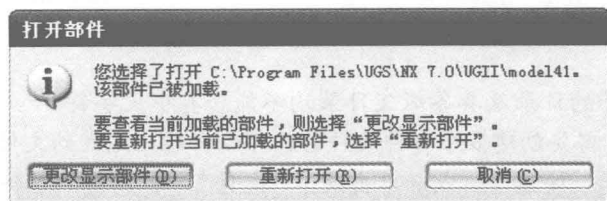

图 1-18 重复打开文件提示对话框
2) 如果选择一个已经载入的文件, 系统将弹出提示对话框, 如图 1-18 所示, 用户可根据对话框内的提示信息进行操作。